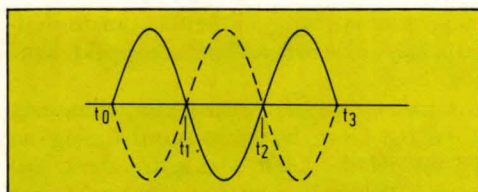

Fig. 7. Een signaal is in tegenfase als het precies andersom is gericht. Zijn de signalen even groot en worden ze opgeteld, dan is de som nul.
E. Scholz Fig 7. Overzicht van de aansluitingen voor de siddertester
ingang van de schakeling volgens fig. 7, moet C2 van deze laatste figuur worden omgekeerd (de pluskant aan de ingang). Figuur 14 geeft een verduidelijking.